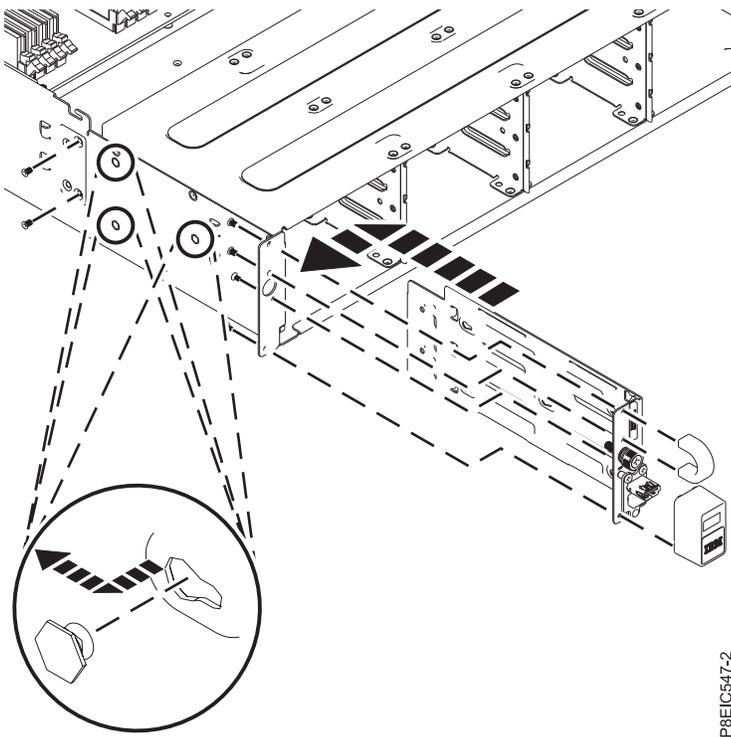

Figure 111. Remise en place de l'ensemble carte et cordon USB avant
3. Insérez l'ensemble carte et cordon USB avant dans le châssis, comme illustré dans la figure 111.
4. Alignez l'ensemble USB avec les broches à l'intérieur du châssis, puis faites glisser l'ensemble USB vers l'arrière du boîtier pour le fixer aux broches, comme illustré dans la figure 111.
5. Remettez en place les deux vis qui permettent de fixer l'ensemble USB au côté du châssis, comme illustré dans la figure 111.
6. Remettez en place les quatre vis qui permettent de fixer le panneau et la poignée USB, comme illustré dans la figure 111, à la page 102.